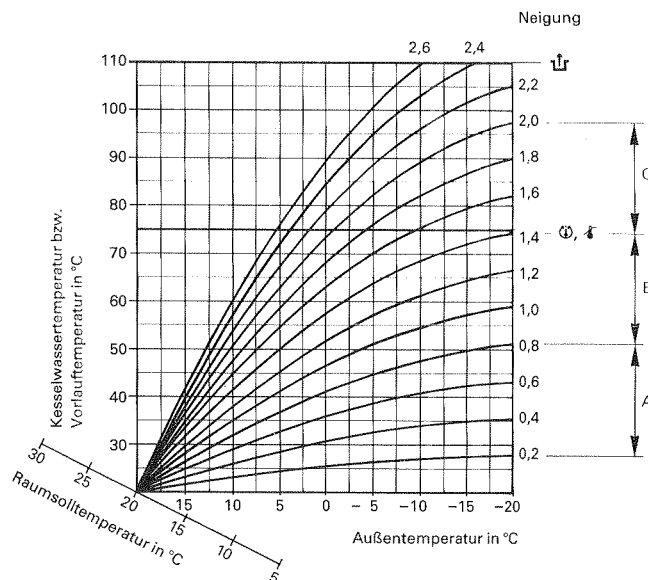

Abb. 68
Mit dem Drehknopf „ \angle “ können Sie die Neigung der Heizkennlinie (0,2 bis 2,6) einstellen (siehe Abb. 68). Mit dem Drehknopf „ \angle “ können Sie das Niveau der eingestellten Heizkennlinie (-12 bis +33) bestimmen; d. h., Sie nehmen durch Parallelverschiebung der Heizkennlinie eine Anpassung an die baulichen Gegebenheiten vor.
- Fußbodenheizungen A (siehe Diagramm Abb. 68)
- Niedertemperaturheizungen nach Heizungsanlagen-Verordnung B (siehe Diagramm Abb. 68)
- Heizungsanlagen mit Temperaturen über 75°C C (siehe Diagramm Abb. 68)